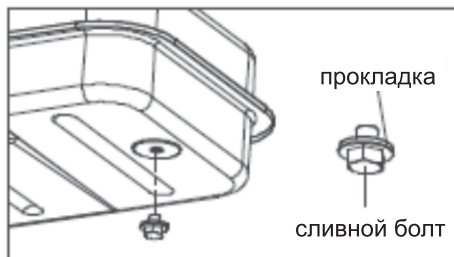

Рис. 11
3. Слейте залитое топливо через сливное отверстие, открутив сливной болт (рис. 11).